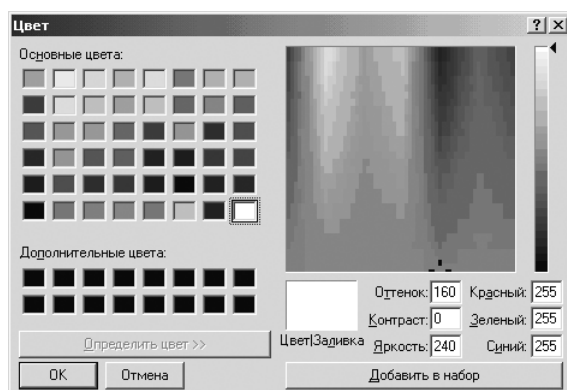

Рис. 1.82. Диалоговое окно **Цвет**
- щелкните мышкой на соответствующем цветовом квадрате. Появится диалоговое окно **Цвет**, изображенное на рис. 1.82;